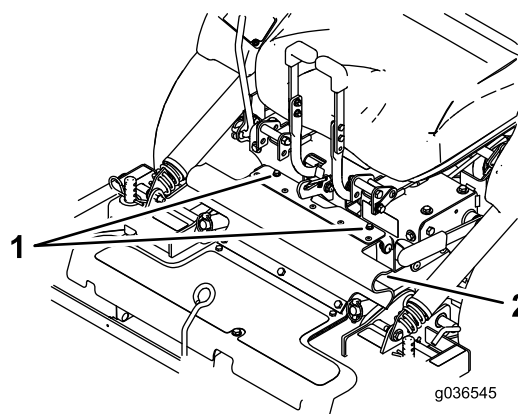

Рисунок 8
3. Ослабьте болты, прикрепленные к резиновому ограждению (Рисунок 8).
3. Установите резиновое ограждение с помощью болтов (Рисунок 8).